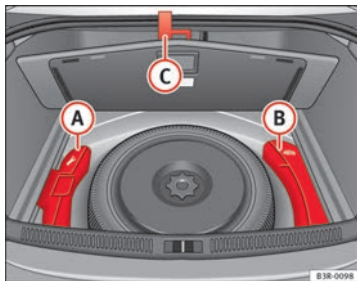

Abb. 180 Werkzeugbox und Wagenheber
Das Bordwerkzeug (A) und der Wagenheber (B) ⇒ Abb. 180 befinden sich unter der Ladebodenabdeckung im Gepäckraum.
- Haken Sie den Griff (C) an der Gepäckraumdichtung ein.